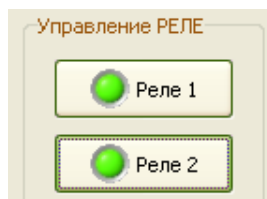

Рисунок 21
- 7) В программе нажать на кнопку «Реле 1», проверить переключение магнитного пускателя стенда БИУ, световую индикацию «M1» на стенде БИУ, индикацию «Выход 1» на БИУ, отображение зеленым цветом сигнала включения канала 1 в поле «Управление Реле» (рисунок 21).